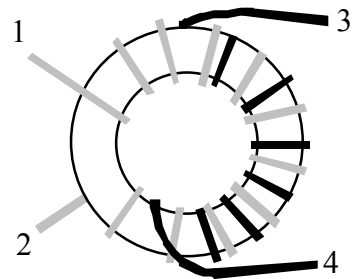

Figura 6-26
- T2 utiliza el mismo tipo de núcleo que T1 y su devanado está espaciado como se muestra en la Figura 6-26, con el devanado 3-4 ocupando casi la mitad del diámetro del núcleo. El devanado 1-2 es de 12 vueltas de hilo esmaltado rojo (33 cm, 13") y el 3-4 es de 8 vueltas de hilo esmaltado verde (23 cm, 9").
- Prepare los terminales de T2, pero en los números 3 y 4 (color verde) deje 1 cm (1/2") extra de hilo esmaltado, como se muestra en la Figura 6-26.